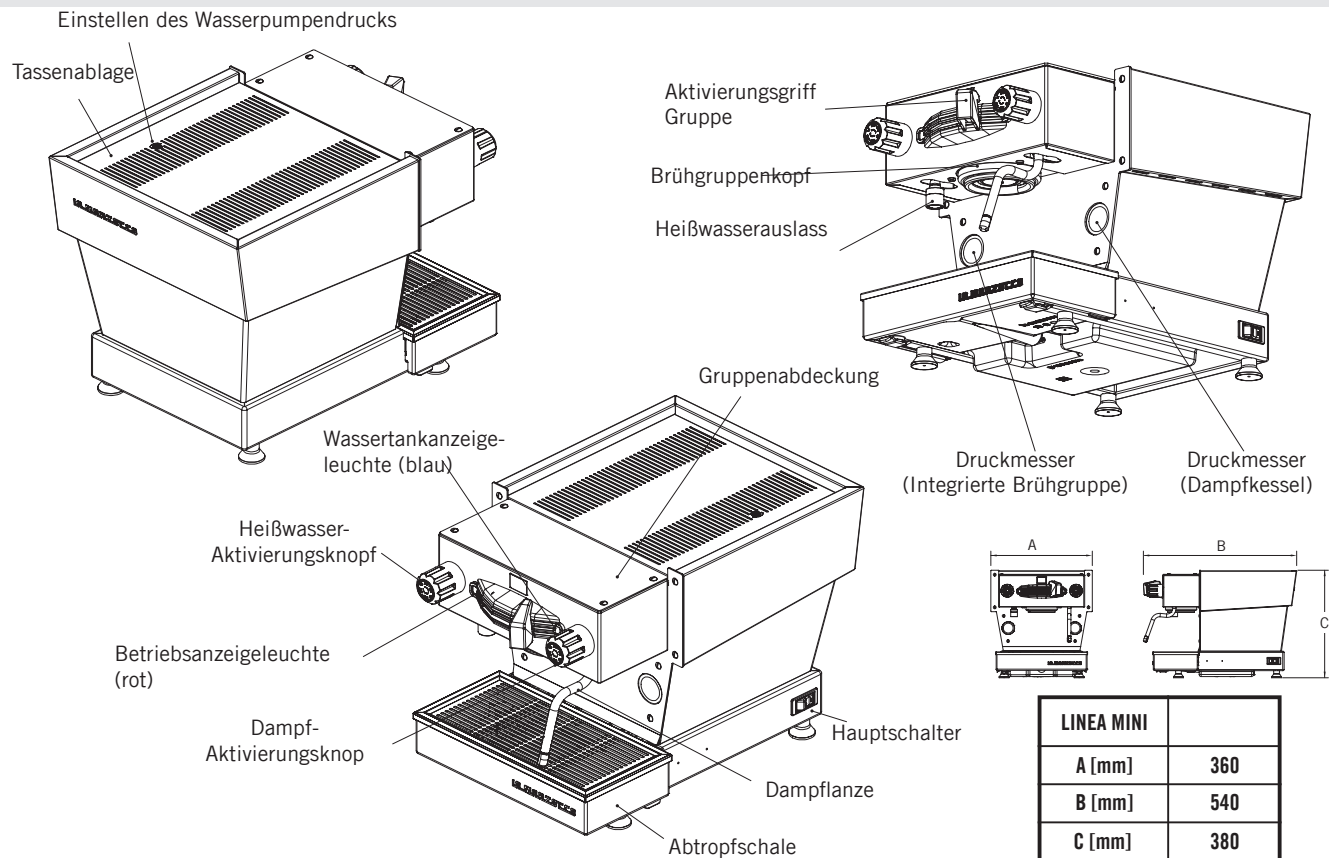

Abbildung 1 – Beschreibung des Gerätes
2. Brühen von Kaffee. Jetzt können Sie den Siebträger entfernen, um ein Kaffeegetränk zuzubereiten. Füllen Sie den Siebträger mit dem Einzel- oder Doppelsieb mit gemahlenem Kaffee. Pressen Sie den gemahlenen Kaffee mit dem mitgelieferten Stopfer und setzen Sie den Siebträger in die linea mini ein. Um den Brühvorgang zu starten, bewegen Sie den Griff von rechts nach links (siehe Abb.1 Seite 8).